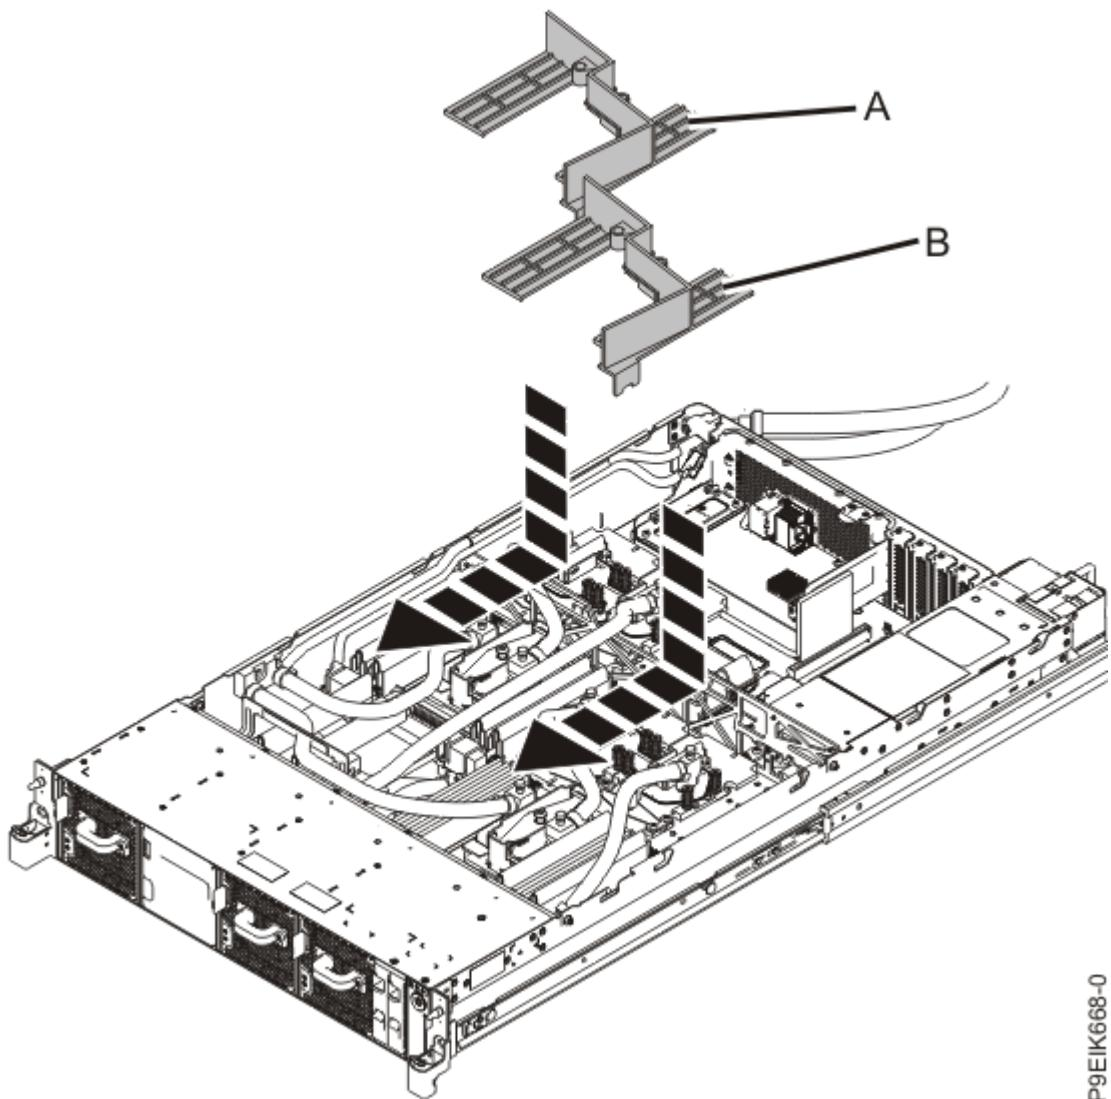

図 11. メモリー・エア・バッフルの取り替え
9. エア・バッフル (A) および (B) を取り替えます (17 ページの図 11 を参照)。